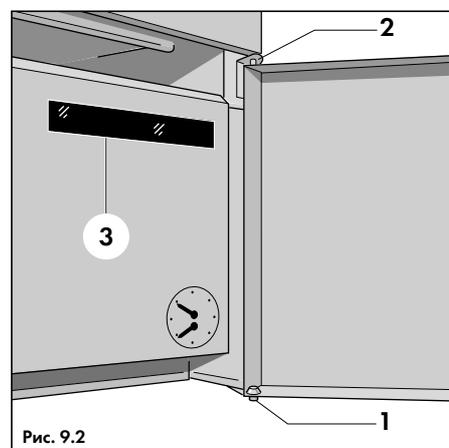

Рис. 9.2
Нижняя открывающаяся панель облицовки аппарата насаживается на нижний шарнирный штифт (1, рис. 9.2), после чего необходимо нажать на верхний шарнирный штифт (2, рис. 9.2) так, чтобы он также вошел в нижнюю панель.
- Выкрутить винты нижнего шарнирного штифта (1, рис. 9.2) и установить его на левой боковой стенке;
- Повернуть верхний шарнирный штифт (2, рис. 9.2) на 90°, а затем снять его и установить на левой стороне облицовки;
- Закрепить нижнюю переднюю панель аппарата, насадив ее на нижний шарнирный штифт (1, рис. 9.2), а верхний шарнирный штифт (2, рис. 9.2) отогнуть вверх так, чтобы он также вошел в нижнюю панель.
**Указание:** Инструкцию по эксплуатации следует хранить в специальном кармашке, который находится спереди на панели управления (3, рис. 9.2).